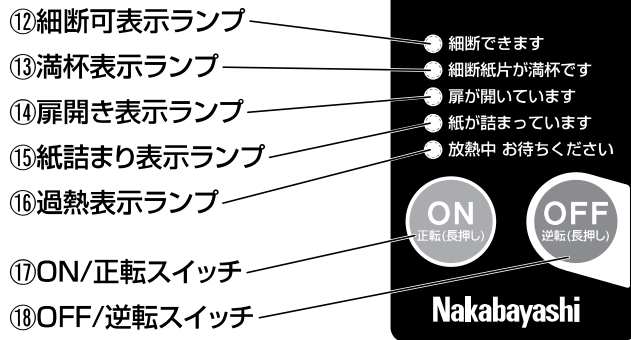

図2 操作パネル拡大図
P5 図2 参照
| <p>●シュレツダが動かない (細断可表示ランプ⑫が点灯しない)</p> <ul style="list-style-type: none"> 電源コード⑦は接続されていますか?……………電源コード⑦のプラグをコンセントに差し込んでください。……………P4 待機電力ゼロ機能により、電源が切れていませんか?……ON/正転スイッチ⑰を押してください。……………P5 図2 <p>(扉開き表示ランプ⑭が点灯している)</p> <ul style="list-style-type: none"> 扉⑥が開いていませんか?……………チップボックス⑩を奥まで入れて、扉⑦を閉めてください。……………P4 <p>(満杯表示ランプ⑬が点灯している)</p> <ul style="list-style-type: none"> チップボックス⑩が満杯ではありませんか?……………細断紙片の処理をしてください。……………P10 <p>(紙詰まり表示ランプ⑮が点灯している)</p> <ul style="list-style-type: none"> 投入口①に細断物や細断紙片が残っていませんか?……………投入口①に残っている細断物や細断紙片を取り除いてください。……P10 <p>(過熱表示ランプ⑯が点灯している)</p> <ul style="list-style-type: none"> 定格細断枚数より多い枚数で長時間の連続細断を……………30分程度放置して、モーターを冷やしてください。過熱表示ランプ⑯が したり、紙詰まりを連続して起こしていませんか?……………消灯してから、ON/正転スイッチ⑰を押してください。……………P8 | | |
| <p>●紙を投入しても、細断を開始しない</p> <ul style="list-style-type: none"> オートスタートセンサー④を通過するように……………オートスタートセンサー④を通過するように紙を投入してください。 紙を投入していますか?……………または、ON/正転スイッチ⑰を押し続けながら細断してください。……………P4 図1/P5 図2 | | |